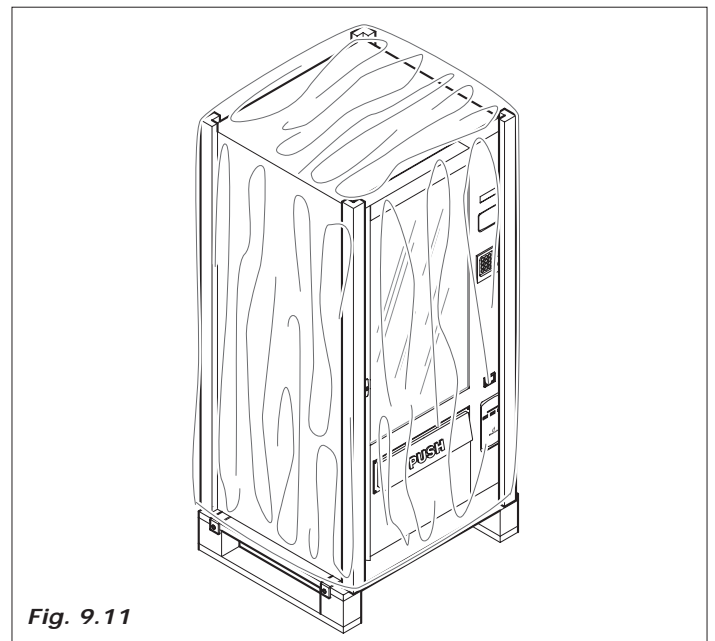

Fig. 9.11
- proteger el exterior con un film o bolsa de celofán (Fig. 9.11)